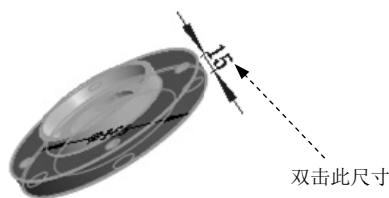

图 7.2.11 显示尺寸（三）
Step4. 配置零件特征。在设计树中双击  拉伸1, 此时图形区中显示  拉伸1 的尺寸, 如图 7.2.11 所示; 双击图中的尺寸“15”, 在弹出的“修改”对话框中输入数值为 20.0, 单击该对话框中的  按钮, 在弹出的下拉列表中选择  此配置 选项, 单击  按钮, 重建模型, 单击“修改”对话框中的  按钮, 单击“尺寸”对话框中的  按钮, 完成“拉伸1”的零件特征配置。